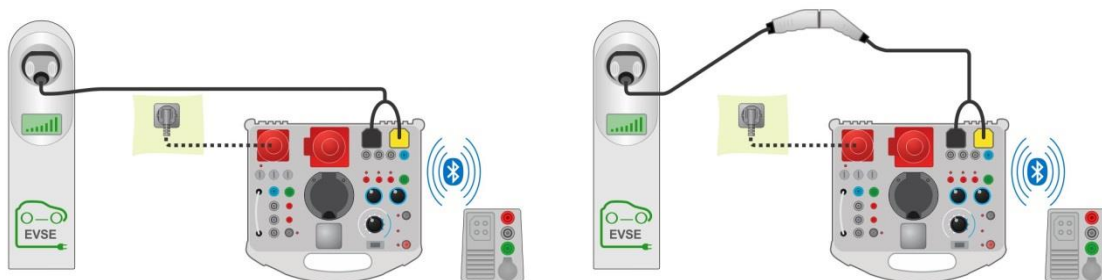
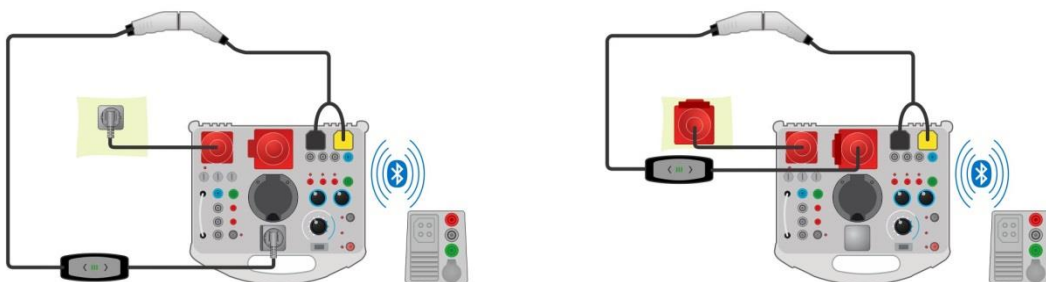

Abbildung 5.7: Diagnoseprüfung – EV-Simulator-Prüfverbindung mit dem Mode-3-EVSE
Abbildung 5.8: Diagnoseprüfung – EV-Simulator-Prüfverbindung mit dem Mode-2-Ladekabel - Fernverbindung
Lesen Sie *Abbildung 5.7* und *Abbildung 5.8*, um mehr über die Prüfanschlüsse zu erfahren.
- › Verbinden Sie das Ladekabel / die Ladestation mit dem eMobility Analyser (siehe *Abbildung 5.7* und *Abbildung 5.8*).
- › Verbinden Sie das Ladekabel mit dem eMobility Analyser (siehe *Abbildung 5.8*).